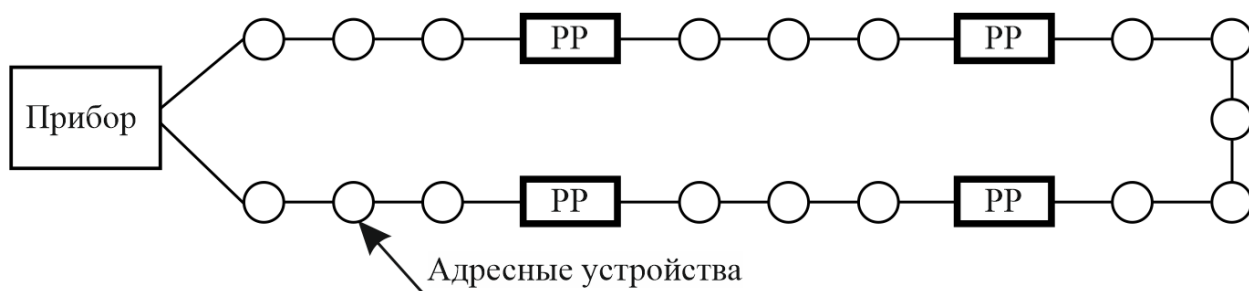

Рисунок 1
2.11 При возникновении короткого замыкания (далее – КЗ) на клеммах АЛС, РР передает в прибор сообщение о КЗ. Встроенный изолятор КЗ размыкает участок АЛС, на котором произошло КЗ, сохраняя таким образом работоспособность остальной части АЛС (рисунок 1). При устранении КЗ, РР замыкает участок АЛС и передает в прибор сообщение о восстановлении.